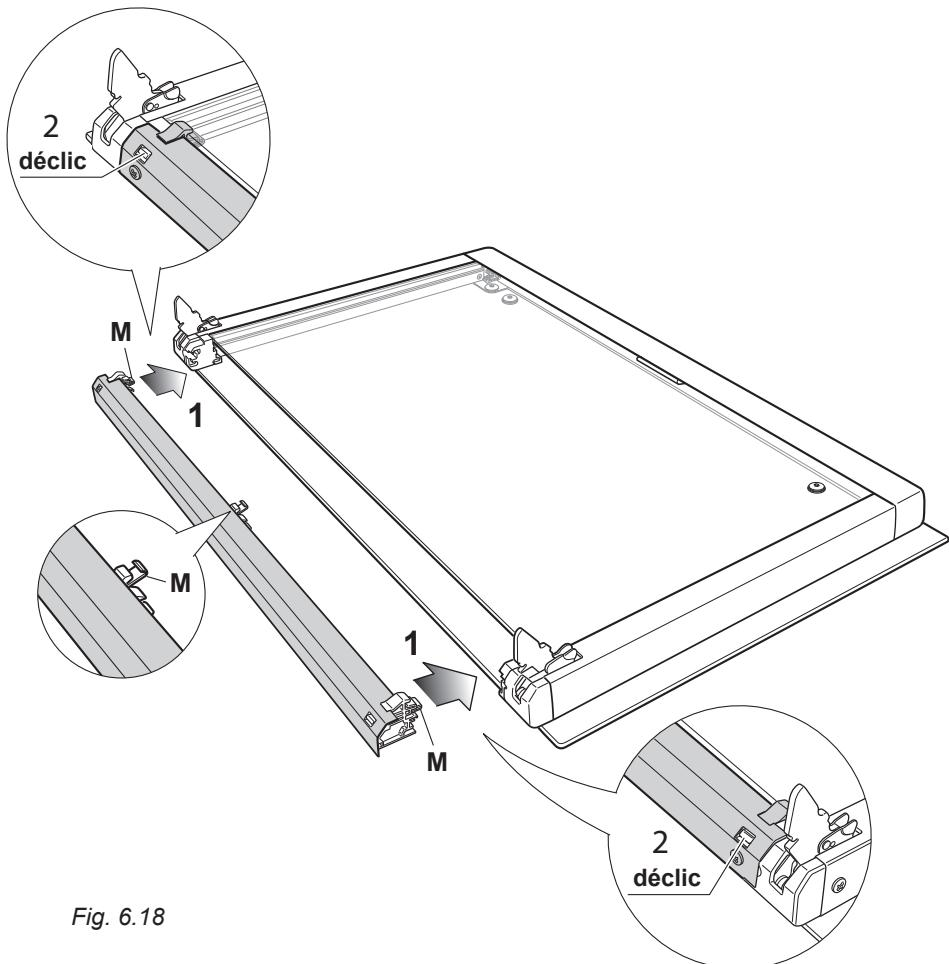

Fig. 6.18
1. Positionner le support inférieure de la vitre comme indiqué dans la figure 6.18. Il doit poser sur le coin inférieur de la vitre extérieure.